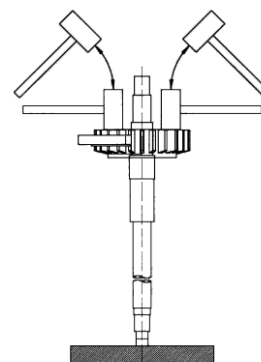

図 16
- (10) ファンキー㉟を外す。
- (11) ファンケース(A)㊱より、ベアリングブラケット㊲とパッキンボックス㊳を外す。
- (12) ヒートファン㊴を外す。
- (13) 出口側ベアリングボックス㊵より、ベアリングブラケット㊲とベアリング押さえ㊶とフート㊷を外す。この時、シャフト㊸は出口側ベアリングボックス㊵と共に外れる。
- (14) 木片などを下に敷き、シャフト㊸の入口側を下にして立てる。(図16)
- (15) 出口側ベアリングボックス㊵をバークハンマで外周を均一に軽くたたきながら、出口側ベアリング㊹より外す。
- (16) ベアリングナット㊺、ベアリングワッシャ㊻を外す。
- (17) プーリ抜きを用いて出口側ベアリング㊹をシャフト㊸より抜く。